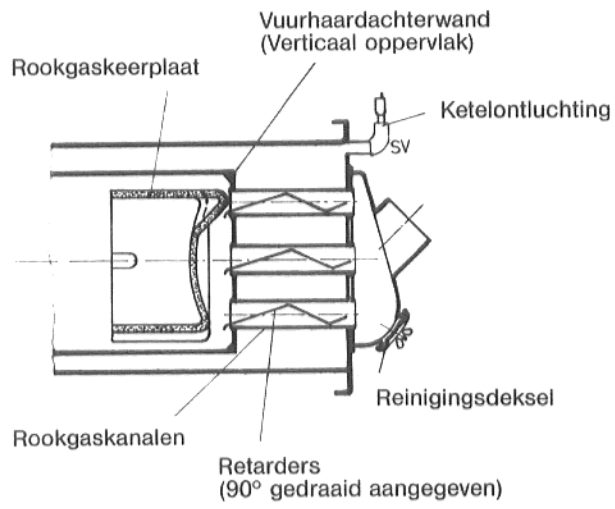

Fig. 5
De retarders moeten zoals in fig. 5 resp (7) is aangegeven in de rookgaskanalen worden geplaatst (behalve bij ketel-type 14 en 18).
Let op! Het aanbrengen van een ketelontluchting is noodzakelijk (in de horizontale leiding geen vernauwingen aanbrengen), bij open installaties de leidingen in stijgende lijn naar het expansiereservoir voeren, bij gesloten installaties zomogelijk een automatische ontluchter op de SVaansluiting plaatsen (fig 5).